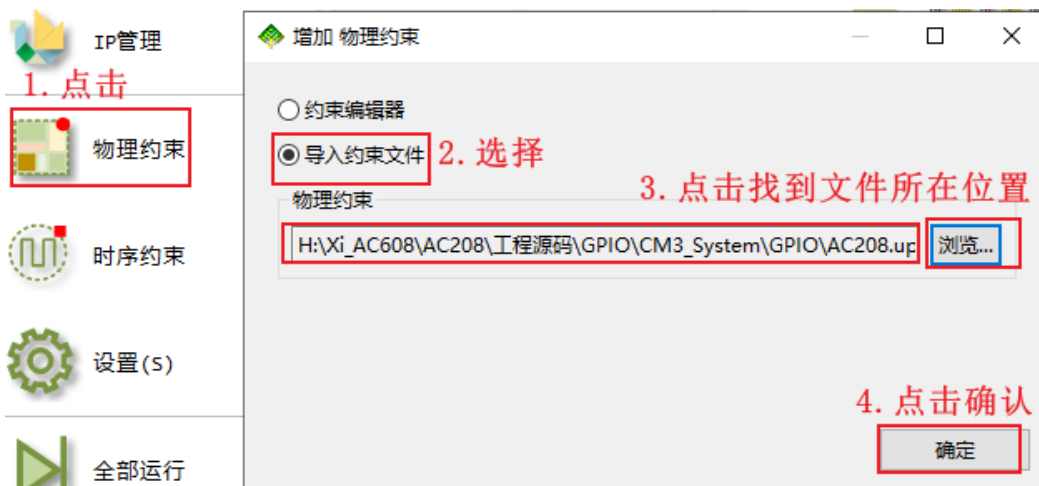

图 1.14 添加物理约束文件
6. 再次点击物理约束，找到我们刚刚导出的物理约束文件，进行添加。添加物理约束文件的操作方式如下图 1.14 所示。对于 AC208 开发板，我们也提供有对应的引脚约束文件，里面对于比较常用的引脚，都已经分配完成，用户在使用的时候可以直接将其复制至工程目录下进行添加。